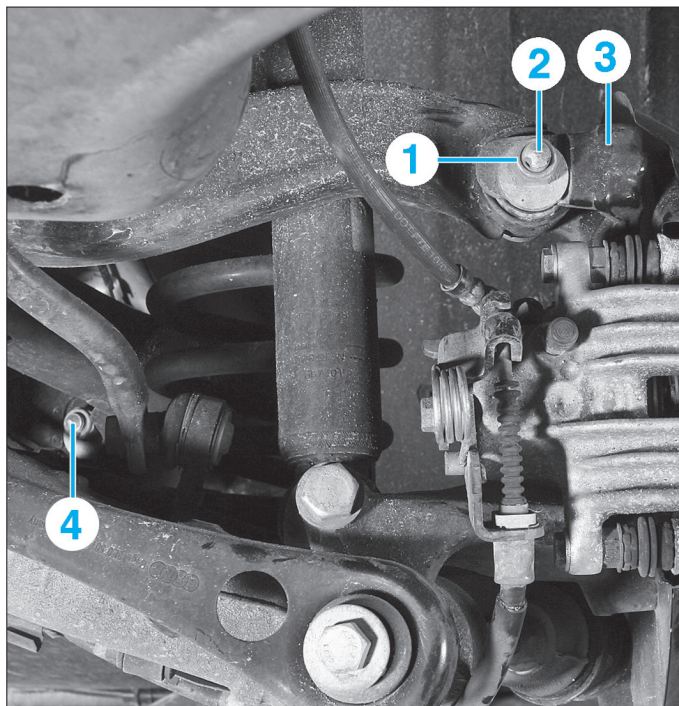

Fig. 1
- Desserrer l'écrou (1) de la vis excentrée (2) du bras supérieur sur le support moyeu (3) (Fig.1).
- Régler le carrossage en tournant la vis excentrée (2).
- Desserrer l'écrou de la vis excentrée (4) (Fig.1).
- Régler le parallélisme du train arrière en tournant la vis excentrée (4).